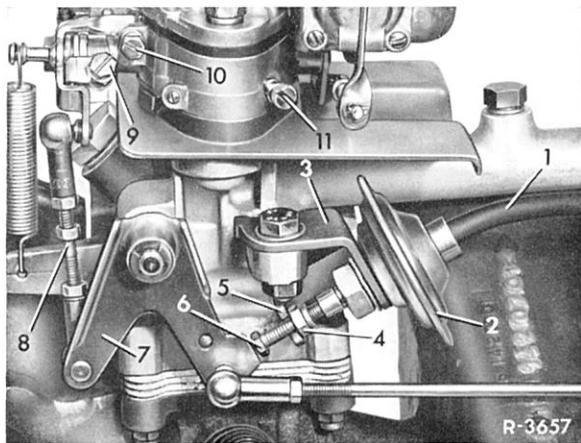

Bild 00-22/2
Sechskantschraube (6) des Schließdämpfers so weit herausschrauben, bis zwischen Winkelhebel (7) und Sechskantschraube ca. 1 mm Spiel ist (Bild 00-22/2).